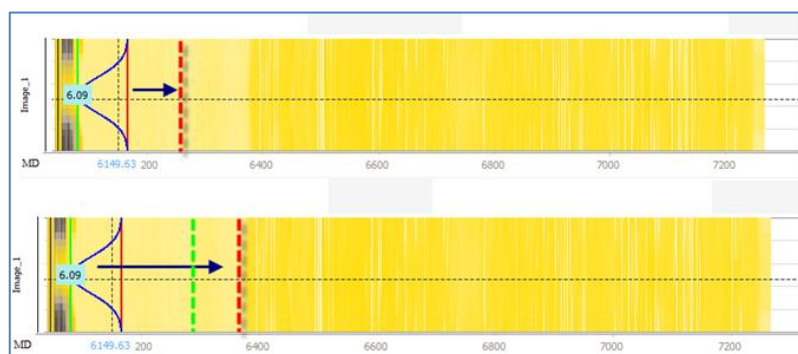

Рисунок 13. Редактирование «улыбок» имиджа на треке
- 4) Добавьте линии разметки на треке (в режиме редактирования ). При добавлении парной линии разметки на экране отобразится «улыбка» и рассчитанный угол падения структуры пласта (Рисунок 13). Информация о добавленных линиях разметки и значение угла отобразится в таблице «Углы падения пласта» после отключения режима редактирования. Для редактирования на треке потяните за линию разметки или за область, ограниченную парой линий, и перенесите ее в нужную позицию.